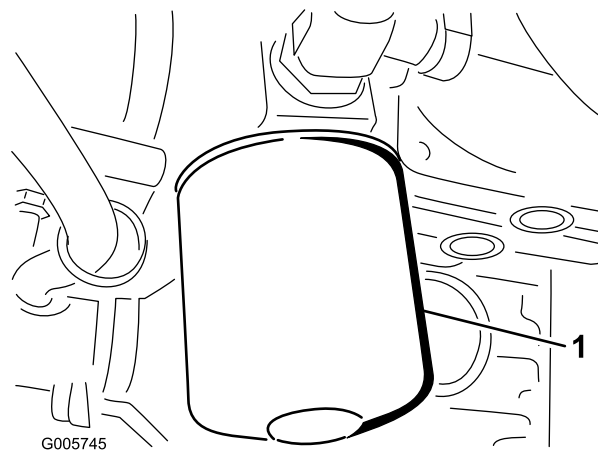

Figure 76
1. Nettoyez la surface de montage du filtre à huile hydraulique. Enlevez le filtre de la base (Figure 76) et nettoyez la surface de montage.